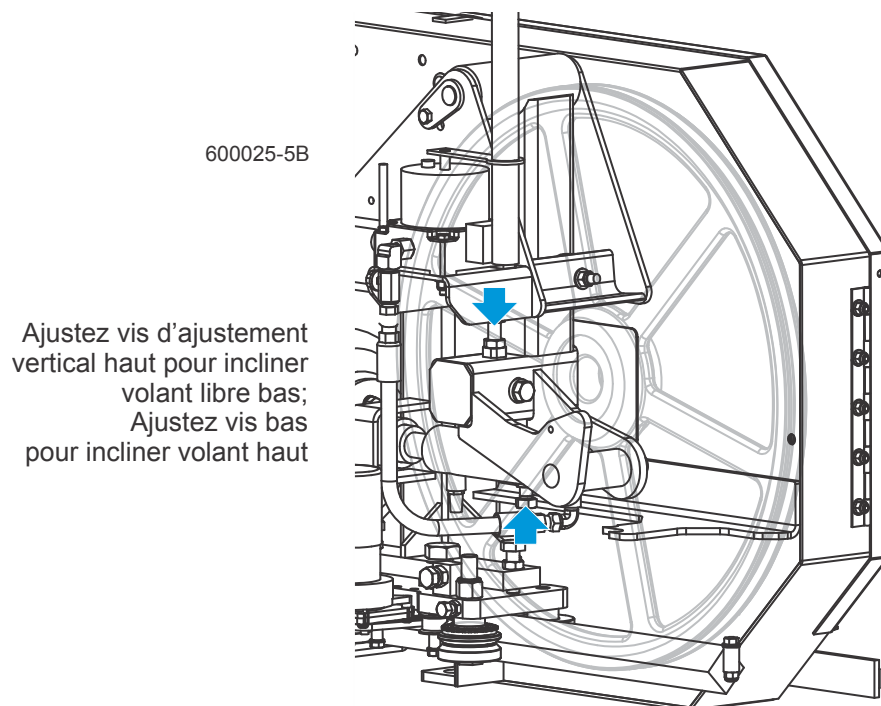

FIG. 7-19
**Voir Figure 7-19.** Utilisez les vis d'ajustement vertical pour ajuster le volant libre. Pour incliner le volant vers le haut, desserrez la vis de réglage inférieure d'un quart de tour. Desserrez le contre-écrou sur la vis de réglage supérieure et serrez la vis. Serrez les contre-écrous du haut et du bas.